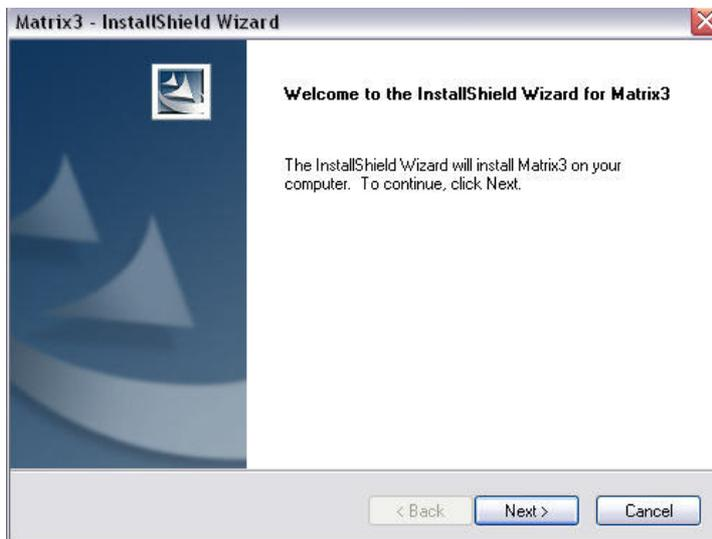

ABB. 7
8. Klicken Sie auf „WEITER“, um mit der Softwareinstallation fortzufahren und weiter zum InstallShield Wizard für Matrix3 zu gehen (ABB. 7). Klicken Sie auf die Schaltfläche „ZURÜCK“, um zu einem früheren Installationsfenster zurückzukehren, oder auf „ABBRECHEN“, um die Softwareinstallation zu beenden.
9. Klicken Sie auf „WEITER“. Der InstallShield Wizard für Matrix3 beginnt mit der Installation (ABB. 7).